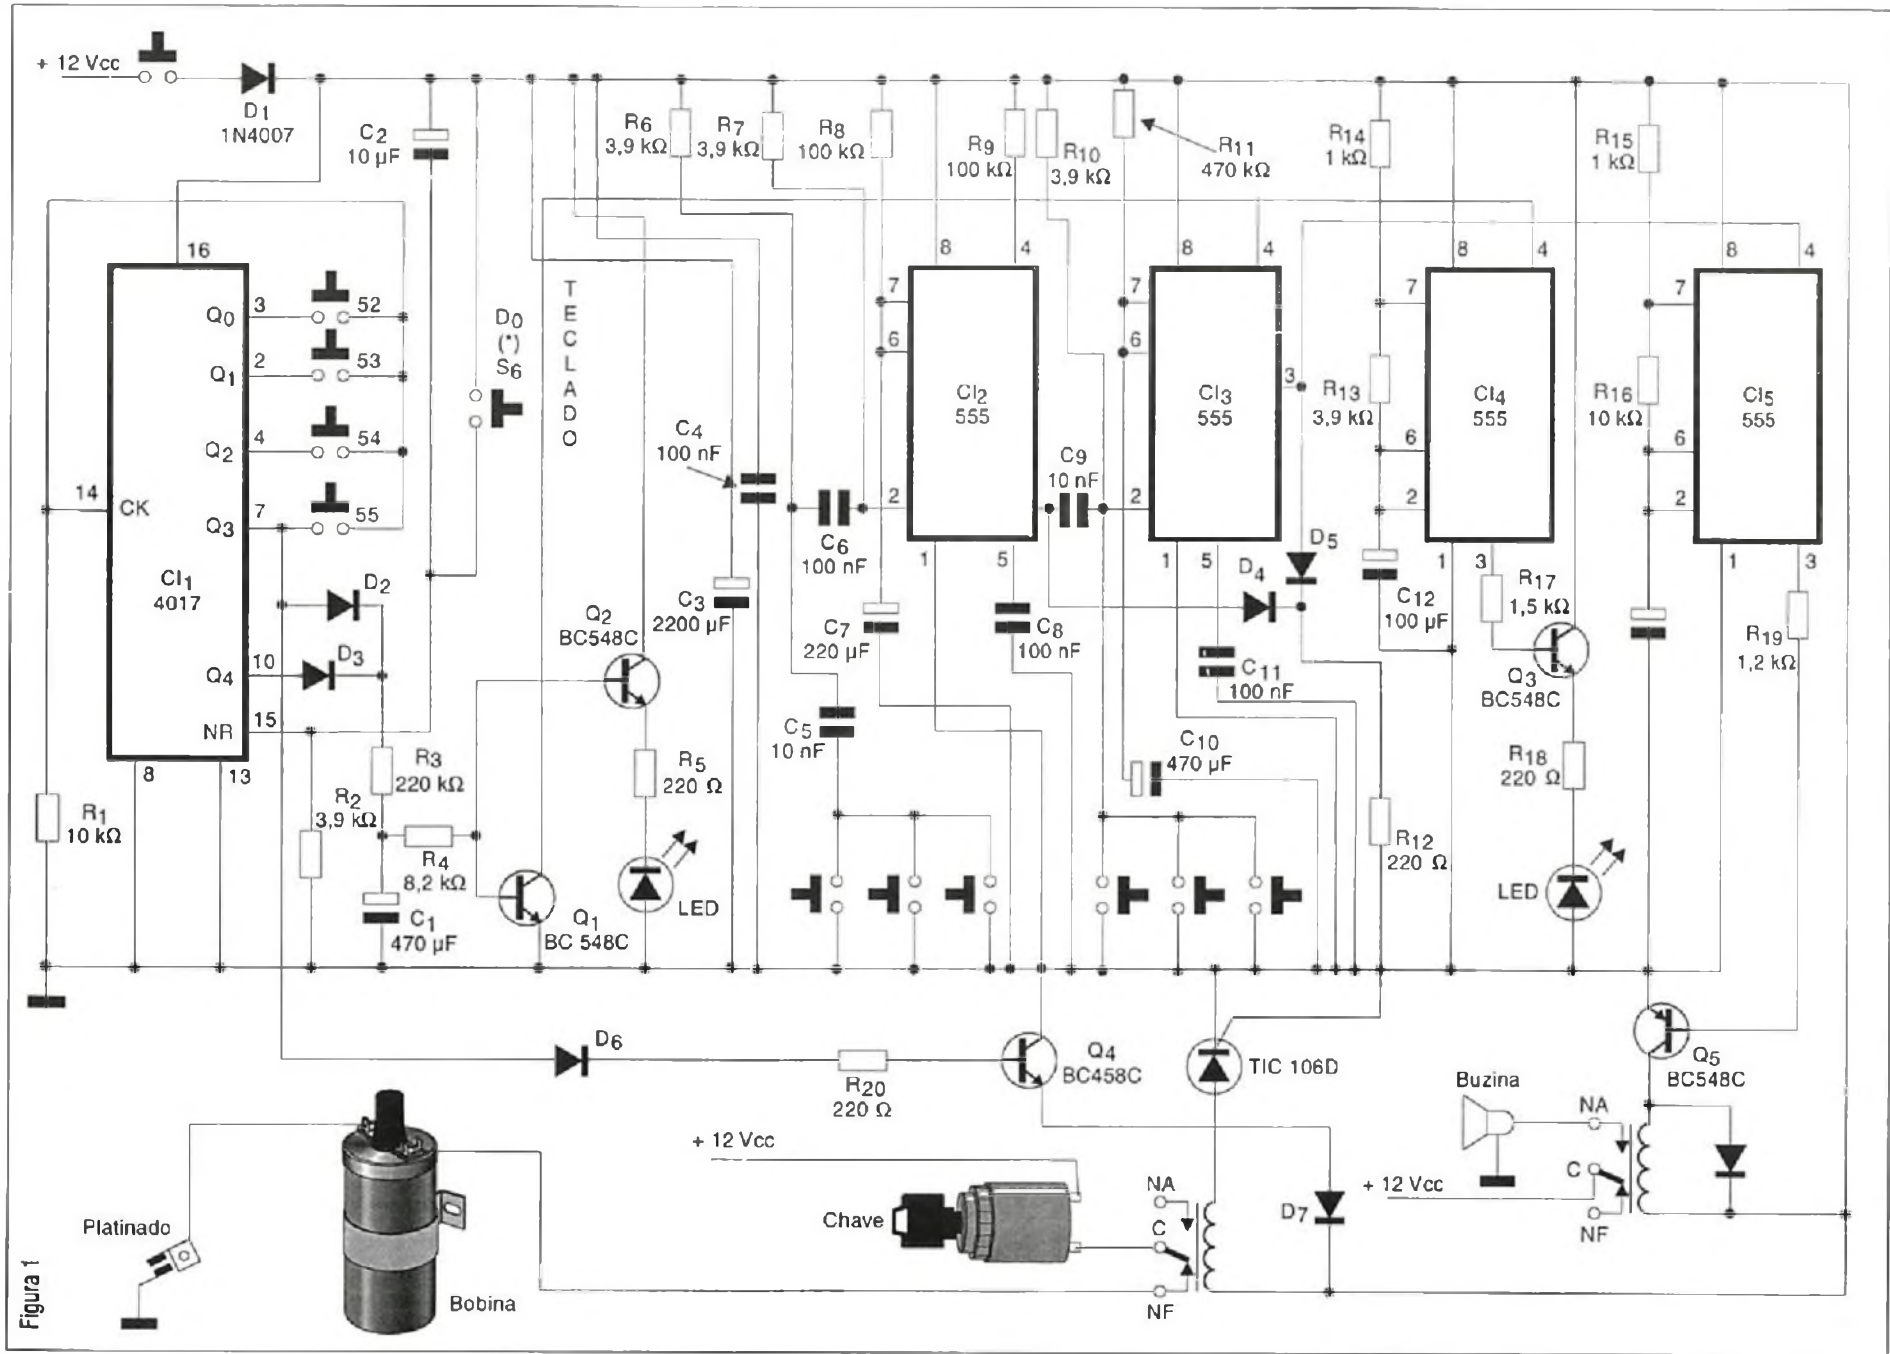

Figura 1
Na figura 1 temos o diagrama completo do aparelho, observando-se que os fios do sistema de ignição e da buzina devem ser interrompidos para que os relés correspondentes sejam intercalados. Nestas conexões é importante usar fios de espessura compatível com a intensidade da corrente que deva ser conduzida. A placa de circuito impresso para esta montagem é mostrada na figura 2.
Através de um suporte mecanicamente adaptado movimentado por dois motores de passo, temos um deslocamento horizontal (X) e vertical (Y) observado na figura 1.